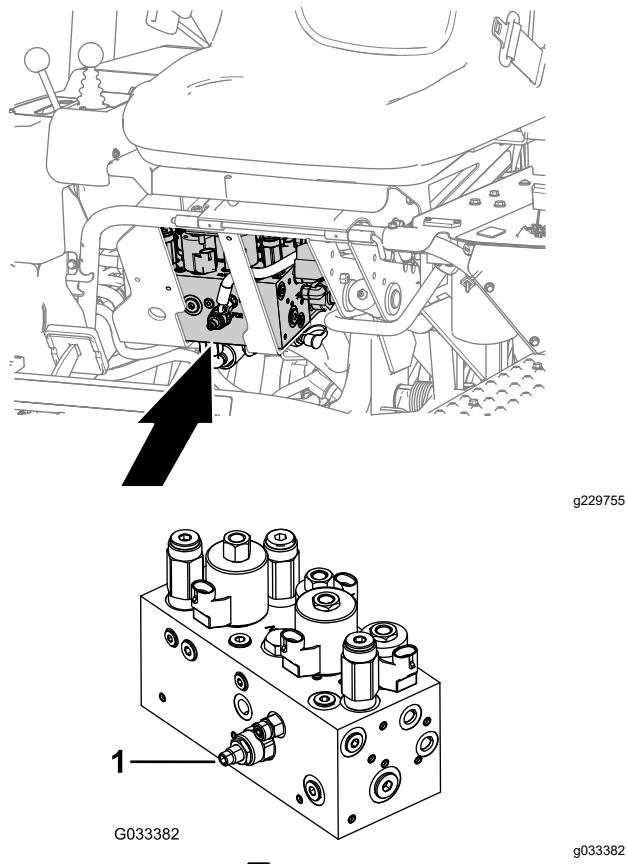

图 51
滚刀组提升/降下线路配备有流量控制阀图 51。此阀门在工厂的预设为旋转约 3 圈可以打开但因液压流体温度和剪草速度等的不同可能需要进行调节。
1. 找到座椅下方的流量控制阀图 51。